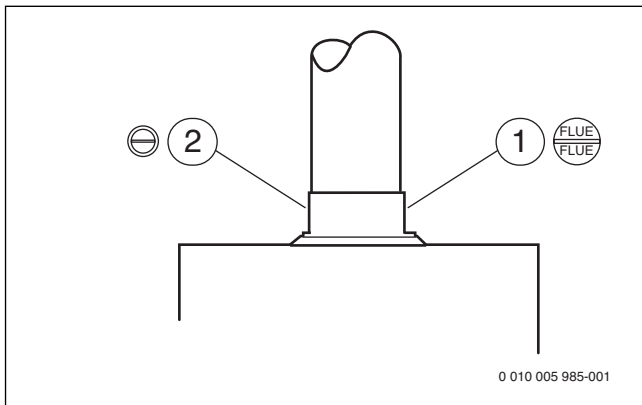

Рис. 32 Штуцер для измерения дымовых газов и штуцер для измерения воздуха для горения
- ▶ Снимите заглушку с измерительного штуцера дымовых газов (→ рис. 32, [1]).